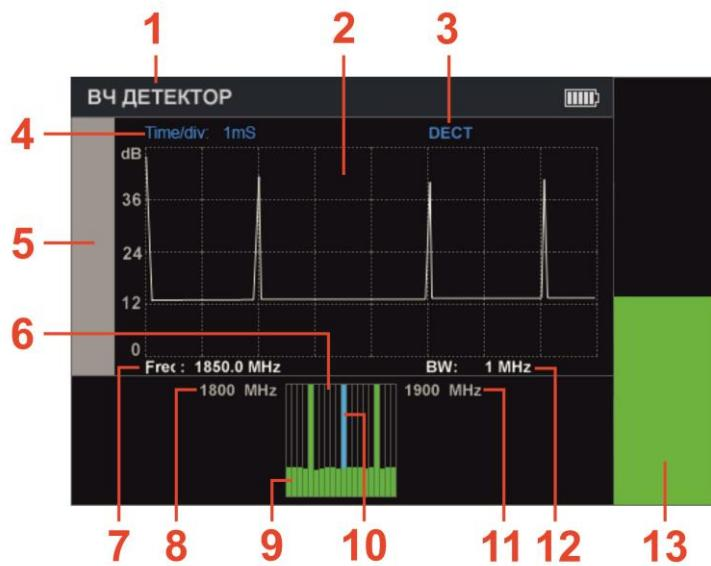

Рис.19
Экран прибора после включения функции представлен на рис.19.
Цифрами на рис.19 обозначено:
- ИНДИКАТОР уровня сигнала (рис.19, п.13);
- ОСЦИЛЛОГРАФ (рис.19, п.2);
- СПЕКТРОАНАЛИЗATOR (рис.19, п.6).
В окне ИНДИКАТОРА (рис.19, п.13) отображается уровень сигнала на частоте маркера (рис.19, п.7) СПЕКТРОАНАЛИЗATORA (рис.19, п.10).
В два других окна выводятся осциллограмма (рис.19, п.3) и спектрограмма (рис.19, п.6). Одновременно активно только одно окно, которое выделяется белой рамкой (рис.19, п.5). Переключение между окнами ОСЦИЛЛОГРАФА и СПЕКТРОАНАЛИЗATORA, осуществляется с помощью кнопок и .